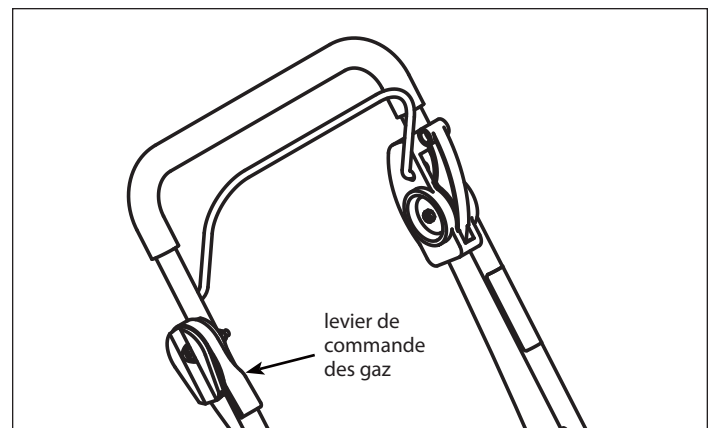

FIGURE 6 : Utilisation de la commande des gaz
1. Durant une utilisation normale, réglez le levier de commande d'accélérateur à la position RAPIDE pour faire fonctionner le moteur à plein régime. **VOIR FIGURE 6.**